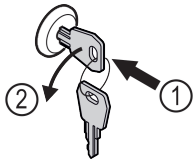

Fig. 143
- ▶ Вдавити ключ. Fig. 143 (1)
- ▶ Повернути ключ на 90° проти годинникової стрілки. Fig. 143 (2)